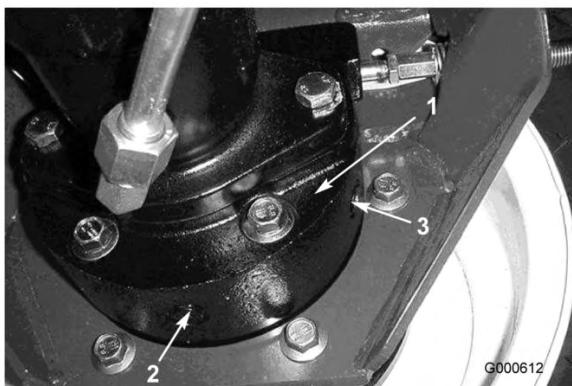

図 46
3. ホイールの反対側のブレーキ・ハウジング（図 46）の下にも容器を置く。